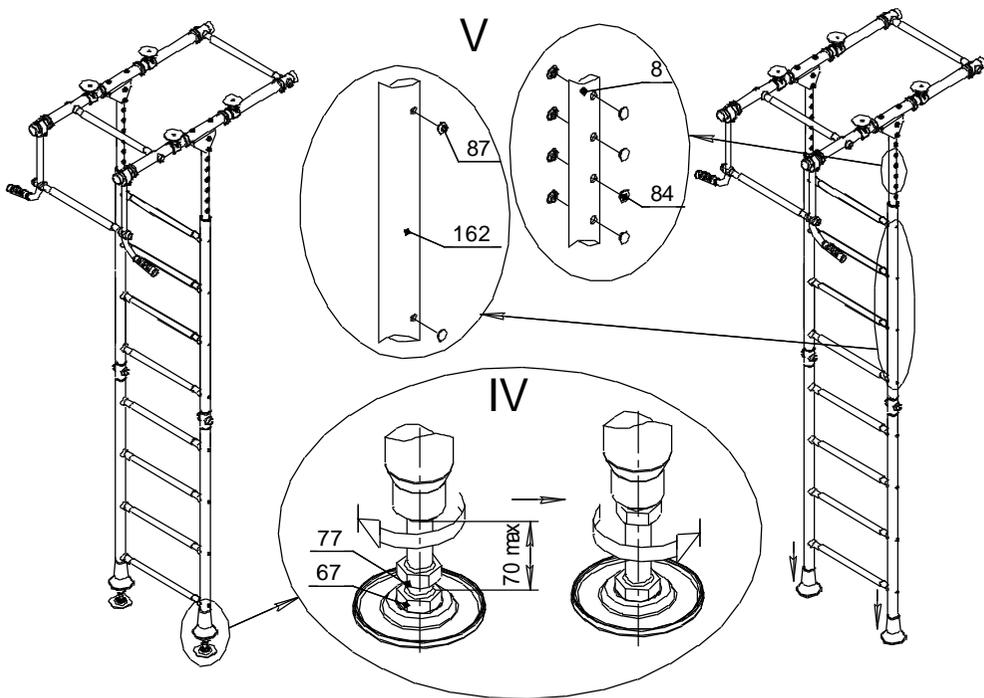

Рис.7
- V- Сдвинуть колпаки поз.14 вниз до упора; установить заглушки поз.84; 87(рис.7).